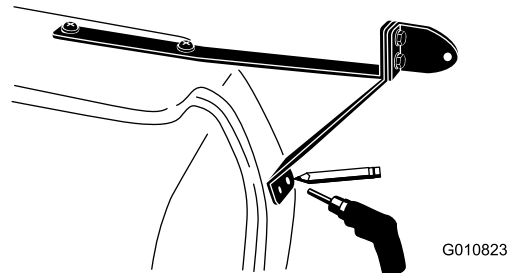

図 7
7. 下側ブラケットを型紙として、車両側面の 2 ヶ所に穴あけ直径 12.7 mm を行う 図 7。